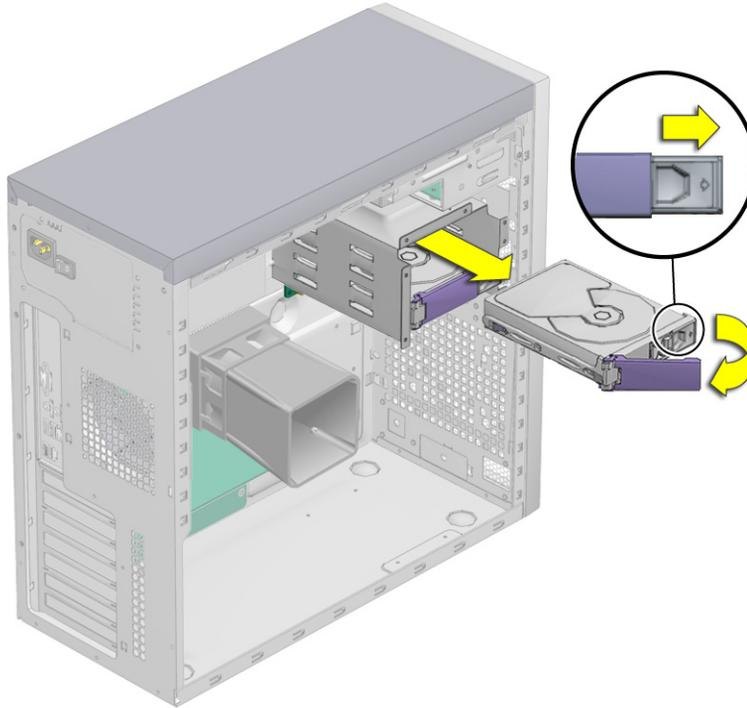

РИС. 4-5 Снятие жёсткого диска
3. **Разблокируйте ручку жёсткого диска нажатием на кнопку справа от неё так, чтобы ручка выдвинулась (см. РИС. 4-5).**